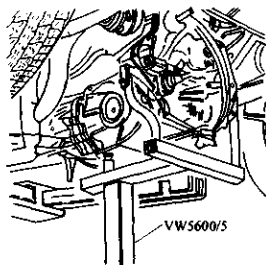

图 3-25 拆卸变速器
- 18) 拆下发动机与变速器下部连接螺栓，并拆卸变速器，如图 3-25 所示。